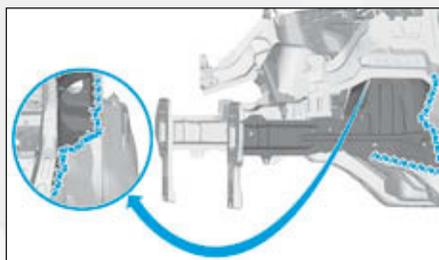
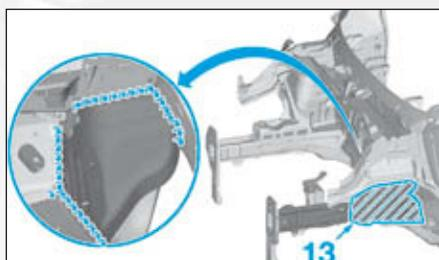

FIG.57
FIG.58
- un mastic d'étanchéité indice «A4» (Fig.57) et (Fig.58),
- une couche d'antigravillonnage en (13),